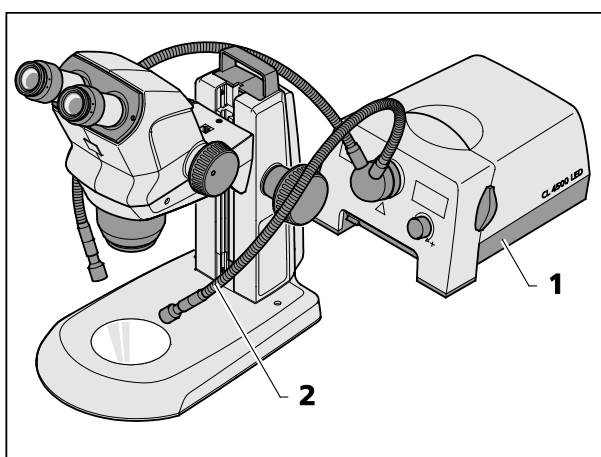

图 10 安装外部光学纤维照明
- 打开外部光学纤维照明(图 10/1), 调整照明强度并通过弯曲两个鹅颈管(图 10/2)来设置照明器件, 从而使物体达到最佳照明效果。